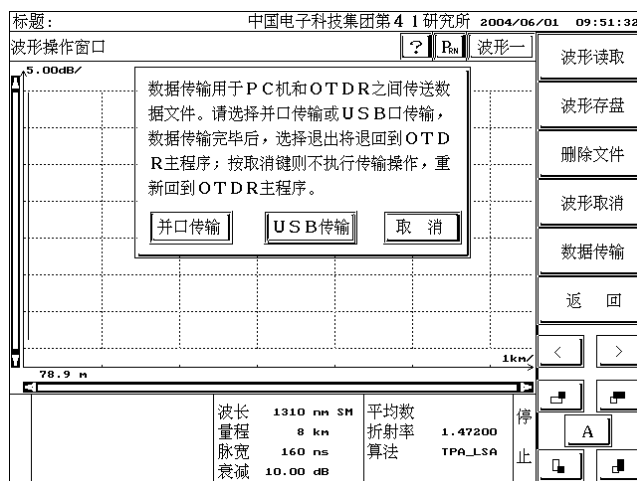

图 17 数据传输选择界面
- 在波形操作子菜单下，点击【数据传输】，则屏幕上将出现如图 17 所示的界面。